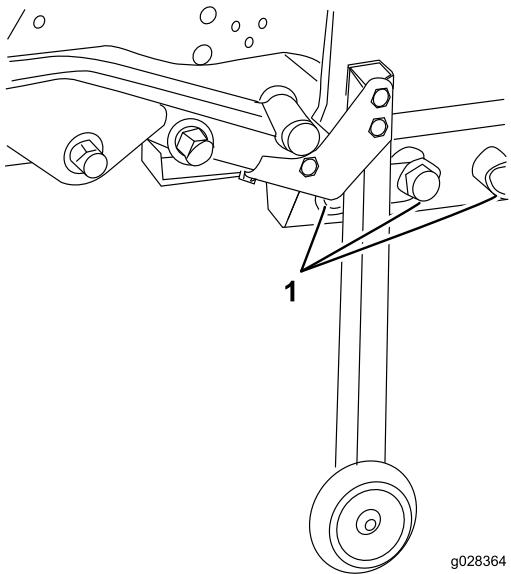

図 85
38. 夏用デッキとフォレームを取り付け位置にセットし、ボルト 3/4 インチ 5本、ワッシャ、ナットでデッキフレームを後フレームに接続する 図 85。